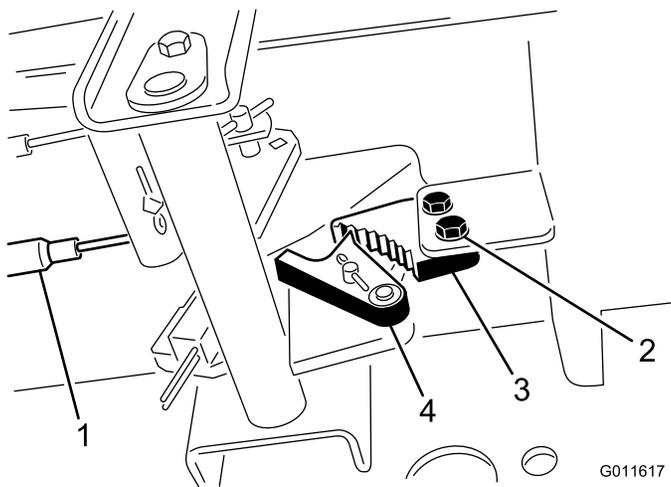

Bild 76
1. Lösen Sie die zwei Schrauben, mit denen die Sperre der Feststellbremse am Rahmen befestigt ist (Bild 76).
2. Drücken Sie das Pedal der Feststellbremse nach vorne, bis der Bremsauslöser ganz an der Bremssperre greift (Bild 76).